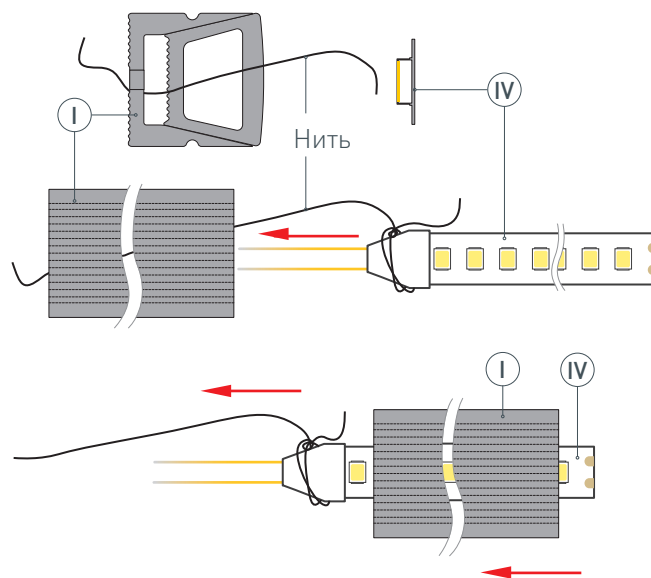

Рис. 1. Протяжка светодиодной ленты (IV) в профиль (I), вид сверху
- 1** / Закрепите держатели (II) на поверхности и выведите наружу кабель от источника питания для светодиодной ленты. **ВАЖНО! При создании из профиля фигуры с изгибами учитывайте, что длина используемой светодиодной ленты должна превышать длину профиля, необходимого для построения фигуры, — это поможет избежать заломов и отрыва кабелей питания ленты при сгибании профиля.**
- 2** / **ВАЖНО! Не вытягивайте нить из профиля до монтажа светодиодной ленты в него!** Установите* светодиодную ленту (IV) в профиль (I). Для этого необходимо привязать нить (находится внутри профиля) с одной стороны профиля (I) к светодиодной ленте (IV), как показано на рис. 1. Чтобы втянуть ленту в профиль, сначала аккуратно поместите кабели питания светодиодной ленты (IV) внутрь профиля (I), а затем, насколько это возможно, вставьте край светодиодной ленты. Аккуратно потяните за нить с другой стороны профиля (I) и тем самым протяните** светодиодную ленту (IV) в профиль (I). Отвяжите нить от светодиодной ленты.